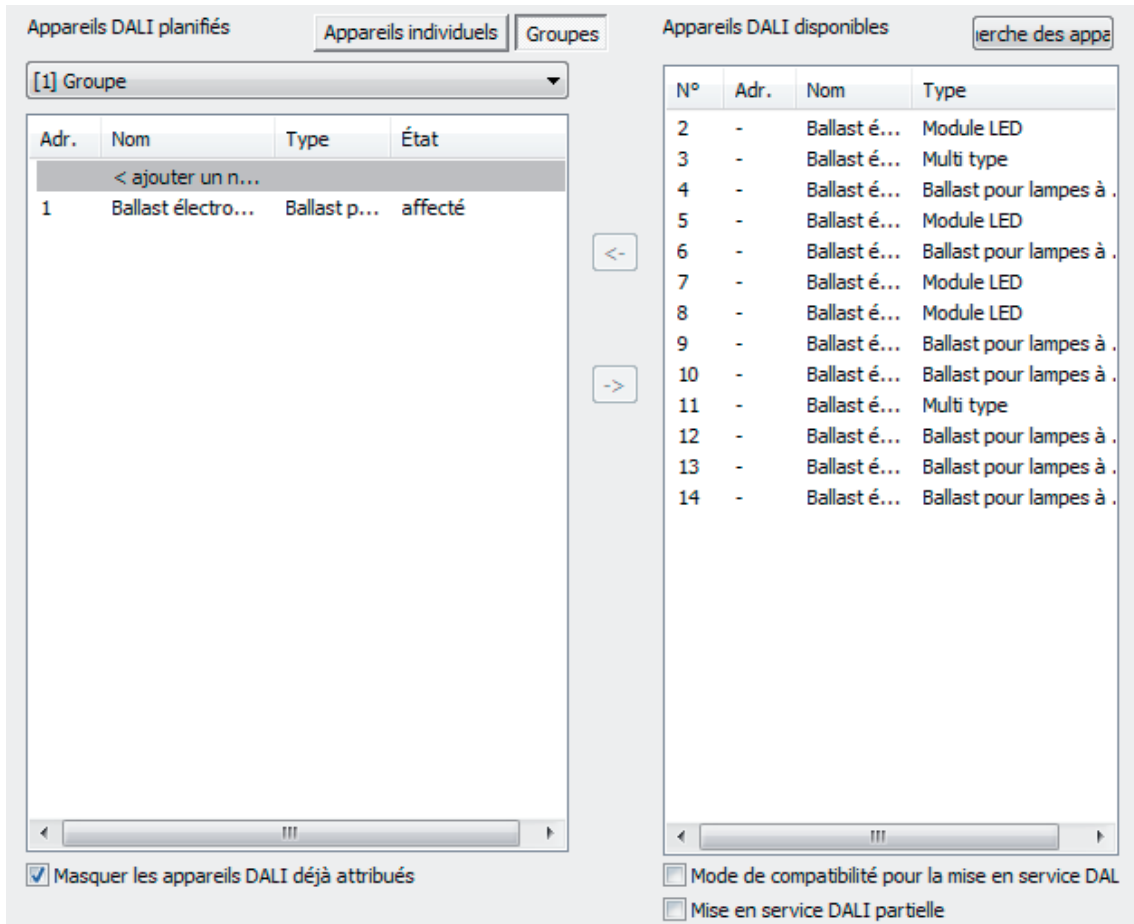

Figure 68: Équipement affecté à un groupe
- Si de nouveaux appareils individuels doivent être créés (par ex. dans des groupes vides), affecter un ou plusieurs équipements DALI trouvés avec « <- » ou par glisser-déposer à l'aide de la souris. S'il faut réaliser une affectation à des appareils individuels déjà disponibles et encore libres, commencer par les sélectionner dans la partie gauche de la fenêtre, puis les affecter avec « <- » ou bien par glisser-déposer à l'aide de la souris. Les équipements affectés sont retirés de la liste dans la partie droite de la fenêtre et apparaissent à gauche pour le groupe sélectionné.(figure 68). Seuls les équipements restants qui ne sont encore affectés à aucun groupe sont visibles dans la partie droite de la fenêtre.